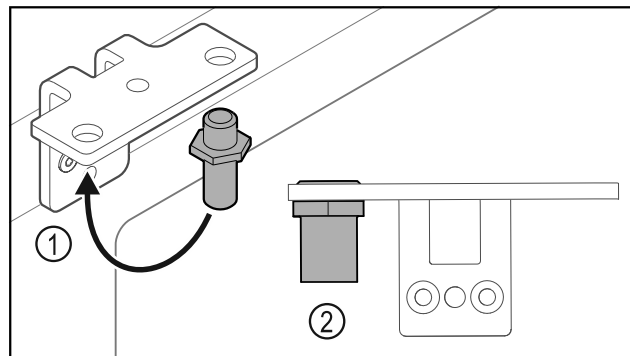

Fig. 31
- ▶ Sworznie Fig. 31 (1) przetożyć do zawiasu.
- ▶ Sworznie Fig. 31 (2) dokręcić z **momentem obrotowym 12 Nm**.